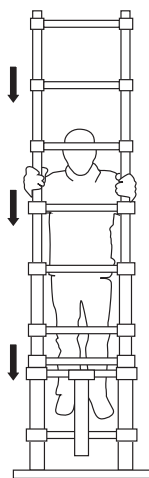

Fig. 6
2. Maintenir l'échelle à la verticale comme illustré sur la fig. 6. Toujours se trouver sur une surface plane et ferme.